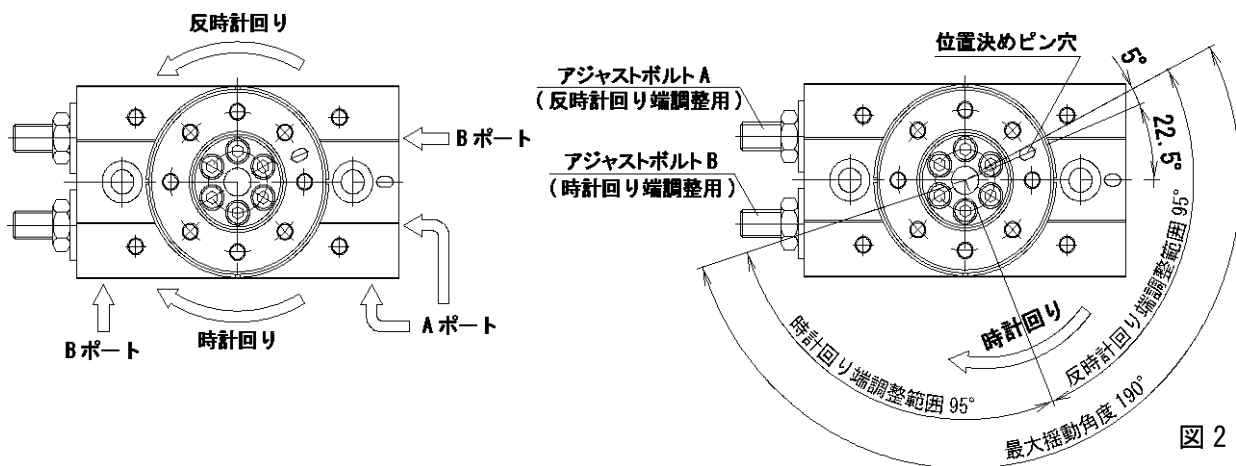

図 2
- ・ アジャストボルトを調整することにより図 2 の範囲で回転端を設定することができます。